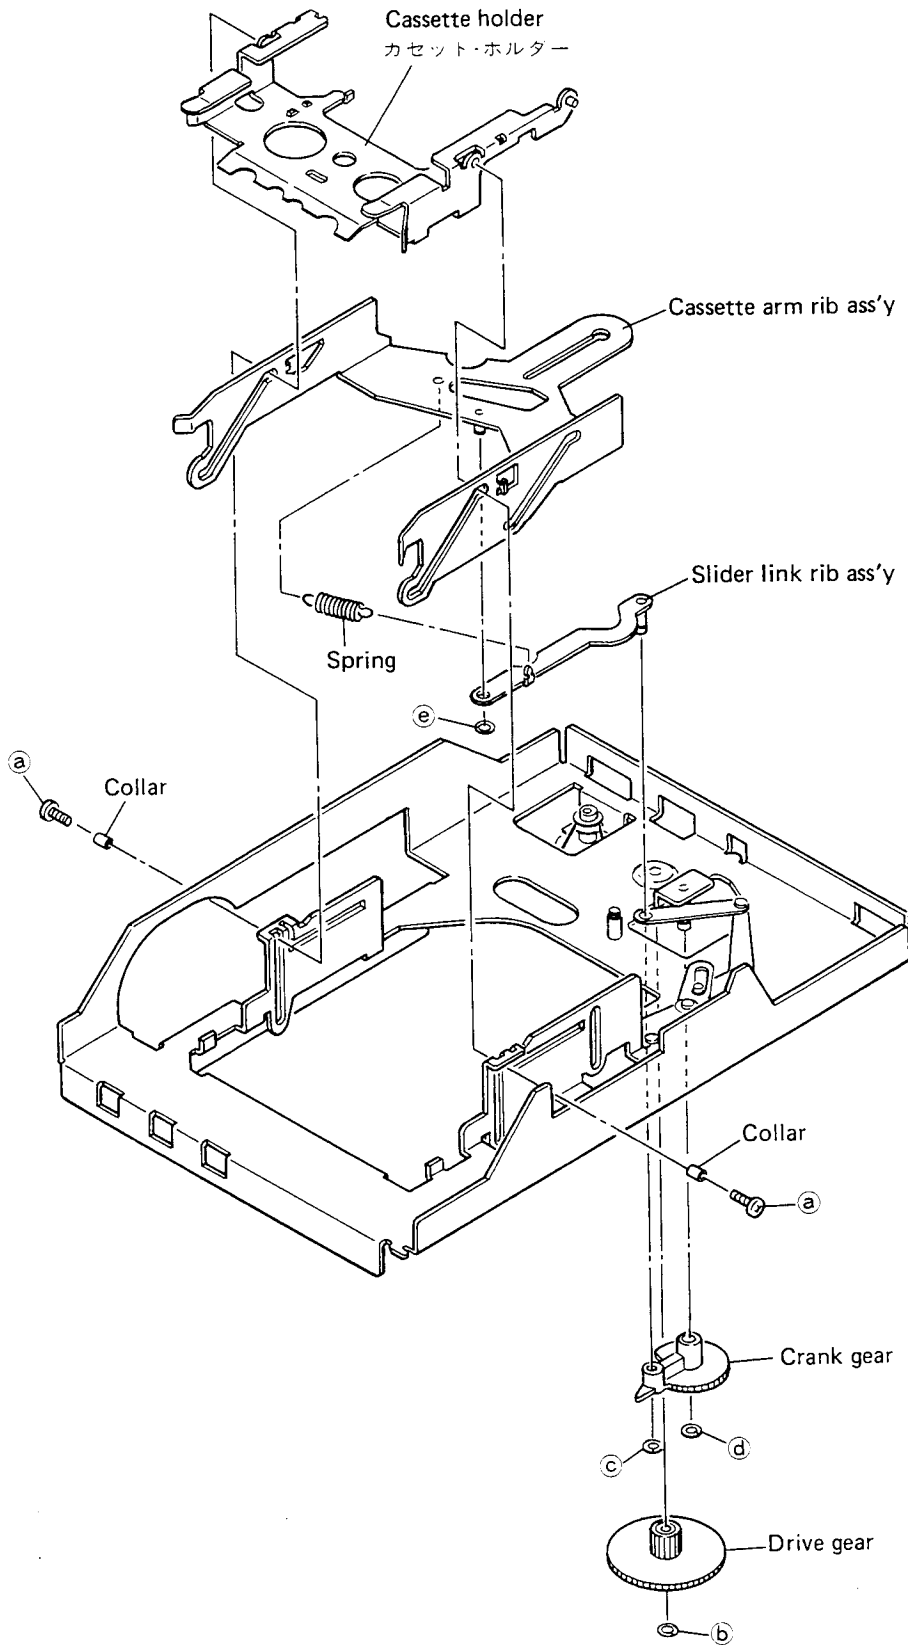

Fig. 2-18
2-3-8. Disassembly of the holder base block (Fig. 2-18)
2 - 3 - 8 . HOLDER BASE BLK の分解 (図2-18)
I. Remove two screws ㉑ and two collars shown in Fig. 2-18.
II. Slide the cassette arm rib ass'y shown in Fig. 2-18 backward by approx. 15cm, then remove the cassette holder.
I. Remove the spring shown in Fig. 2-18.
II. Remove washer ㉒ shown in Fig. 2-18, then remove the drive gear.
III. Remove washers ㉓ and ㉔ shown in Fig. 2-18, then remove the crank gear.
IV. Remove washer ㉕ shown in Fig. 2-18, then remove the cassette arm rib ass'y and slider link rib ass'y.
I. 図2-18のネジ㉑2本とCOLLAR2個を外す。
II. 図2-18のCASSETTE ARM RIV Assy を後方へ約15cm程度スライドさせて、カセット・ホルダーを取外す。
I. 図2-18の SPRING を外す。
II. 図2-18のワッシャー㉒を外し、DRIVE GEARを取外す。
III. 図2-18のワッシャー㉓とワッシャー㉔を外し、CRANK GEARを取外す。
IV. 図2-18のワッシャー㉕を外し、CASSETTE ARM RIV Assy とSLIDER LINK RIV Assyを取外す。
Note: When adjusting molded part A, manually turn the drive gear (Fig. 2-18) to elevate the cassette holder, then, move the cassette holder to the upper edge and adjust screw (a) through the cassette holder hole through which the reel ass'y comes out.
注) 成型品Aを調整するときは、カセット・ホルダー昇降用ギア(DRIVE GEAR)(図2-18)を手動で回し、カセット・ホルダーを上端に移動させ、リール ASSY の出るカセット・ホルダーの穴からネジ①を調整して下さい。